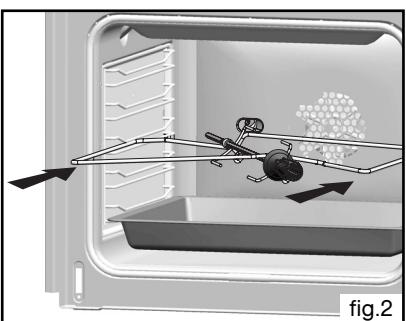

fig.2
- **Plat multi usages 20 mm (fig.2)**
- **disposez le plat multi-usages au gradin N°1 pour recueillir les jus de cuisson ou sur la sole si la pièce à rôtir est trop grosse (fig.2).**
- placez la broche sur son berceau (fig.2).
Insérez les deux autres butées rouges dans les emplacements A prévus à cet effet (fig.2).
Décrochez le gradin fil (**B fig.2**) à l'avant en le soulevant (schéma **A fig.1**). Tirez vers soi l'ensemble du gradin, le soulever afin de décrocher l'attache de fixation arrière (schéma **B fig.1**). Le sortir des 2 trous (**C fig.2**) de la paroi catalytique et du moufle du four. Retirez ensuite la paroi catalytique (**A fig.2**). Replacez les nouveaux éléments (gradins) en effectuant les opérations inverses.
Dévissez complètement la vis (**E fig.2**) située en haut de la paroi du fond (**D fig.2**). Inclinez la paroi vers l'avant afin de la retirer du moufle. Replacez la nouvelle paroi en effectuant les opérations inverses.
- Dévissez le hublot vers la gauche (fig.2),